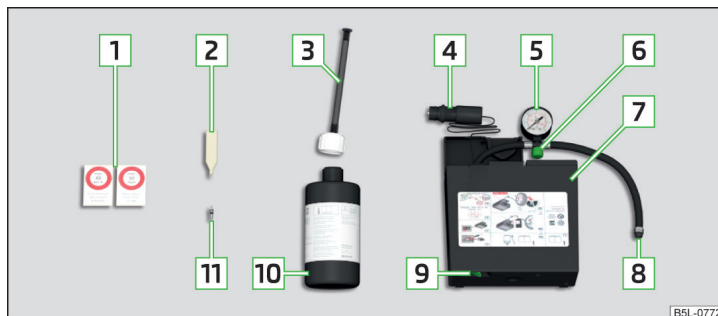

Fig. 124 Havarisættets dele
### Sættets dele » Fig. 124
- Klæb den pågældende mærkat  » Fig. 124 på side 124 på instrumentpanelet i førerens synsfelt.
- Ryst flasken med dæktætningsmiddel  » Fig. 124 på side 124 nogle gange kraftigt frem og tilbage.
- Skru luftkompressorens påfyldningsslange  » Fig. 124 på side 124 fast på dækventilen.